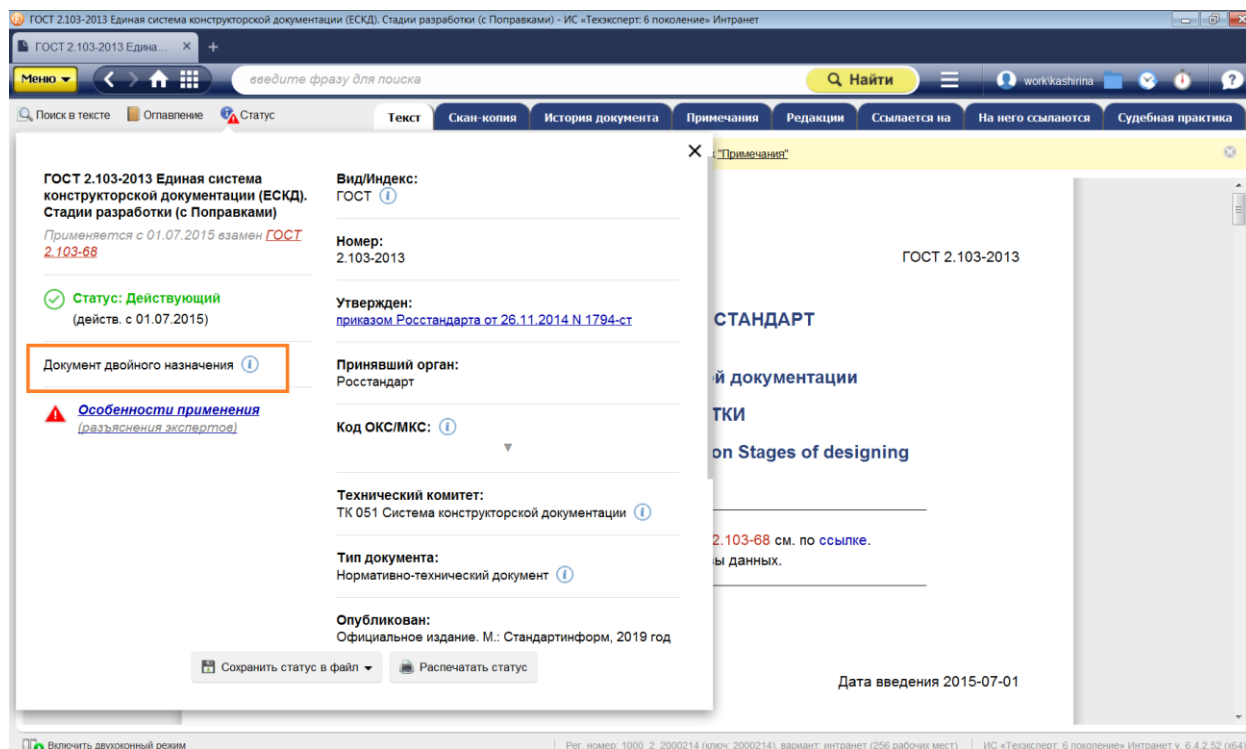

Рис. 28. Ярлык «Статус» документа. Информация о принадлежности к ДСОП
(4) Импортозамещение – это тип экономической стратегии и промышленной политики государства, направленных на замену импорта промышленных товаров, пользующихся спросом на внутреннем рынке, товарами национального производства. Одноимённый раздел в системе «Техэксперт: Машиностроительный комплекс» предназначен для: анализа существующего нормативного законодательства, принятого в рамках курса на импортозамещение, а также особенностей импортозамещения в отдельных отраслях промышленности и регионах. В разделе представлена информация о производителях и потребителях импортозамещающей продукции и технологий; материалы о государственной поддержке импортозамещения.
(5) Бережливое производство – это подход к управлению организацией, направленный на повышение качества работы за счет сокращения потерь, который распространяется на все аспекты деятельности – от проектирования и производства до сбыта продукции. Одноименный информационный раздел в системе «Машиностроительный комплекс» предназначен для специалистов, которым предстоит внедрять данный подход на предприятии. В разделе представлена справочная информация, консультации и другие необходимые материалы.
(6) Энергоэффективность – содержит разнообразные справочные материалы в области энергосбережения и энергоаудита. *Как и в перечисленных выше разделах, «Энергоэффективность» включает в себя ссылки на нормативные и технические документы по данной тематике (в том числе, документы международного законодательства), термины и пр.*
(7) Устойчивое развитие содержит подробную справочную информацию со ссылками на нормативные и технические документы по трем составляющим устойчивого развития: экономическое, экологическое и социальное направление.
(8) Документ двойного назначения – специализированный сервис, предоставляющий доступ к подборке нормативных документов, которые применяются в оборонной промышленности (сокращенно ДСОП). Некоторые ДСОП могут применяться и в гражданской промышленности, в частности, в сегменте машиностроения. Информация о том, является ли ГОСТ документом двойного назначения, находится в «Статусе» документа (рис. 28).